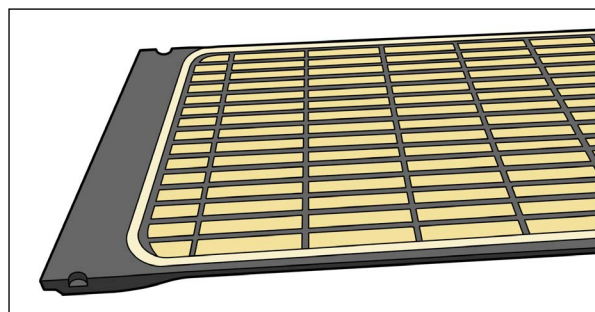

Fig. 2
4. Plasser flere tapebiter langs kanten for å feste filmen til overflaten på DoseMax (fig. 2).